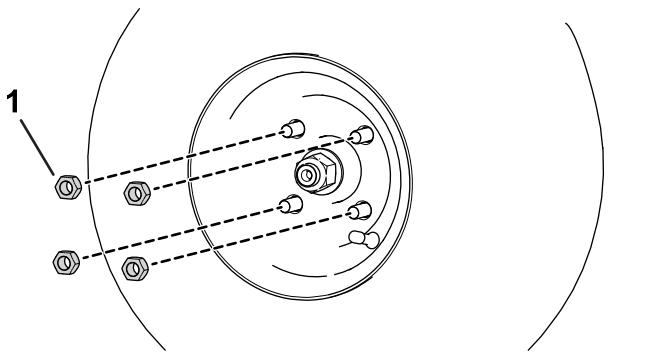

Figura 60
- A. Desaperte e retire as porcas das rodas (Figura 60).
- B. Instale as porcas das rodas (Figura 60).